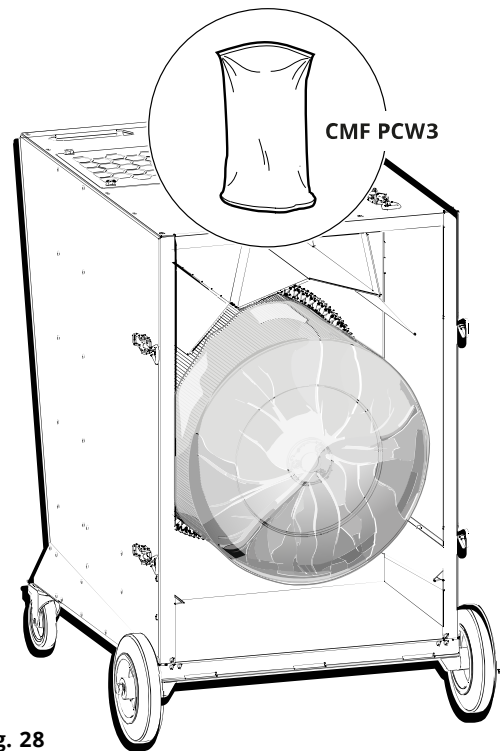

Fig. 28
6. Coloque la bolsa CMF PCW3 sobre el cartucho del filtro (**Fig. 28**).